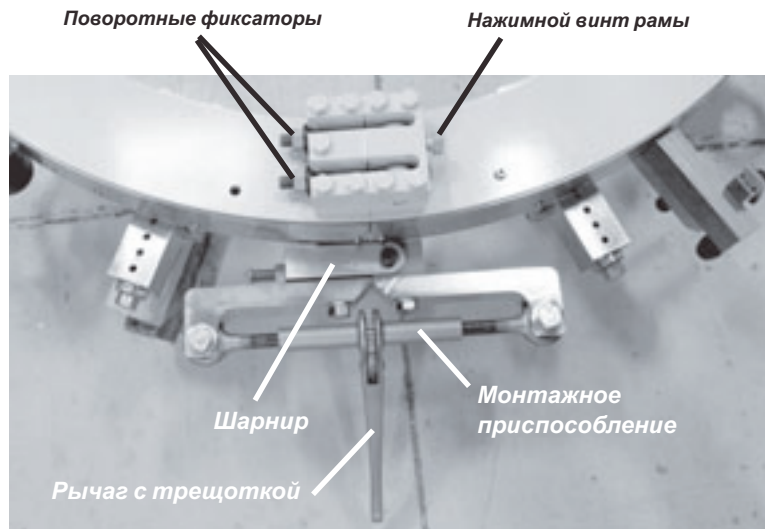

Рис. 5-3. Установите шарнир и монтажное приспособление в точку разделения.
4. В каждой точке разделения имеется четыре поворотных фиксатора, см. Рис. 5-3 - два в верхней (вращающейся) части рамы и два в нижней (неподвижной) станине. Отверните все восемь гаек поворотных фиксаторов и выведите фиксаторы из канавок.
5. Проверните нажимные винты станины (см. Рис. 5-3) в точке разделения, противоположной шарниру, с целью разъема двух половин рамы станка. Убедитесь в полном втягивании соединительных штифтов с обратной стороны станины.